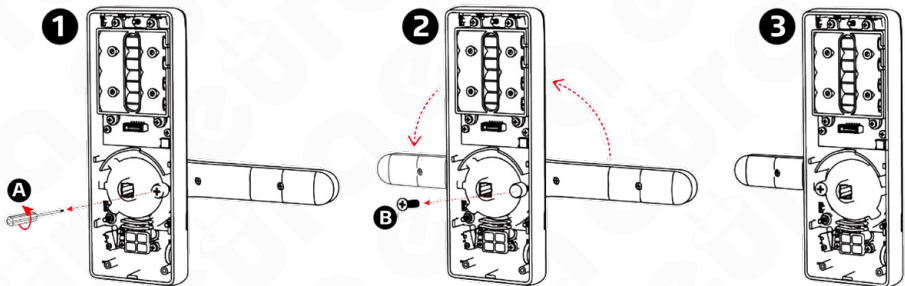

Abb. 7
- Lösen Sie die Sicherungsschraube neben der Stiftbuchse (Abb. 7, Pos. 1-A).
- Stellen Sie den Griff in die gewünschte Richtung (Abb. 7, Position 2).
- Nachdem Sie die Richtung bestimmt haben, schrauben Sie die Schraube ein, die die Griffrichtung festlegt (Abb. 7, Position 3).